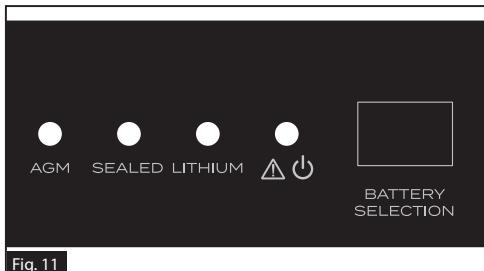

Fig. 11
8. Para seleccionar el tipo de batería correcto, presione el botón BATTERY SELECTION. (Figure 11)
9. Compruebe que el sistema esté operativo; vale decir, que el LED de carga esté parpadeando o esté de color verde sólido. (Figure 11)